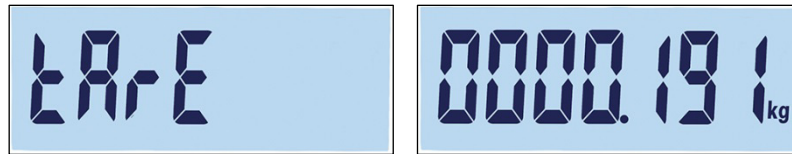

Figura 3-50: Pantallas de nombre de tolerancia positiva y ajuste
22. Finalmente, se puede ajustar un valor de tara para el registro (Figura 3-50). Presione para confirmar el registro y salir de la función de edición del registro.